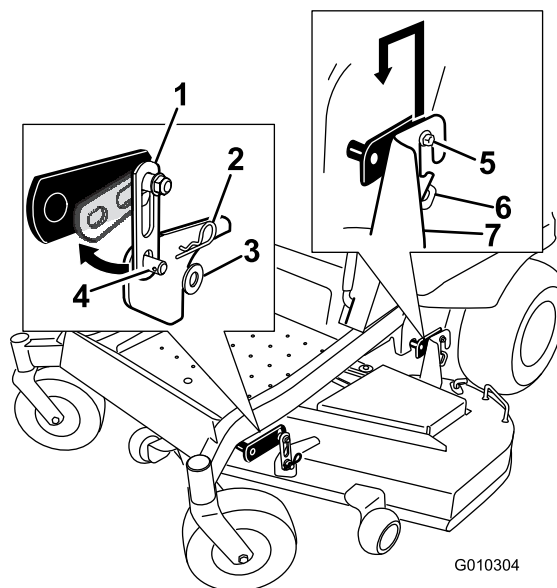

Figure 75
- Enlevez les fixations des pattes avant de chaque côté du plateau de coupe (Figure 75).
- Soulevez le plateau de coupe avec précaution pour le dégager des boulons des pattes de fixation arrière et abaissez l'avant du plateau au sol (Figure 75).
5. Soulevez l'arrière du plateau de coupe et guidez les supports sur les boulons des pattes de fixation arrière (Figure 75).
6. Montez le support avant du plateau de coupe sur les pattes de fixation avant et fixez-les avec une rondelle et une goupille fendue (Figure 75).